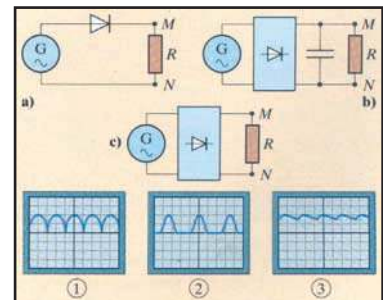

Fig.43
15. On considère les trois montages (a,b,c) et les oscillogrammes (1), (2), (3) de la figure 43. Etablir la correspondance entre eux sachant que l'oscilloscope est branché de manière à visualiser $u_{MN}(t)$.